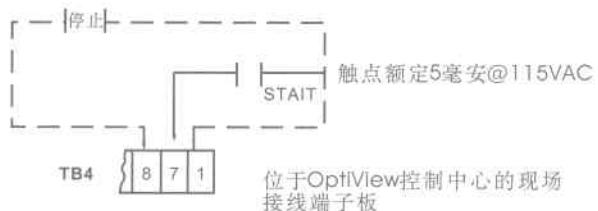

图 6 - 能量管理系统远程启动和关闭触点
- 远程停机触点—参见图6。
- 远程启动触点—参见图6。
2. 当多台设备由一套EMS 系统控制时，可以根据图6使用远程启动和关闭触点启动和关闭每一台机组。触点额定5毫安@115VAC。
1. OptiView控制中心处于“数字”模式（“模拟”或“ISN”远程运行模式），可以实现能量管理系统或远程启动/关闭控制（图6）；
5. 30分钟防再循环计时器计时时间到。然后远程模式准备启动触点关闭，并意味着当能量管理系统保持远程关闭触点（图6）打开且机组关闭远程启动触点（图6）时，设备将启动。当远程模式准备启动触点关闭时，OptiView控制中心将显示以下信息：“系统将准备启动”。
当OptiView控制中心处于“数字”模式，“模拟”或“ISN”远程操作模式以及压缩机开关处于“运行”(1)位置，远程关闭触点打开，且远程模式准备启动触点关闭（图6）。通过关闭远程启动触点，设备将启动。之后，能量管理系统远程停机关闭触点的关闭将导致机组关闭。由于能量管理系统远程关闭触点向设备发出关闭指令，OptiView控制中心将显示“远程关闭”。